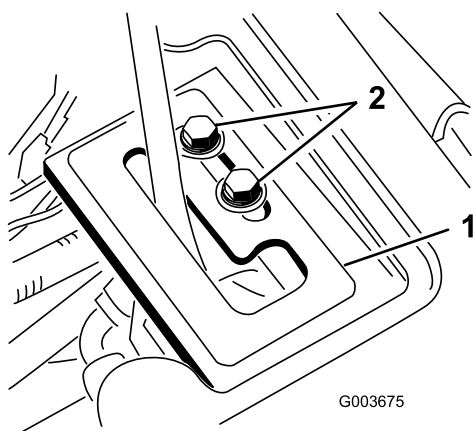

Рисунок 17
1. Наденьте направляющую пластину рычага на рычаг подъема и свободно закрепите ее на раме 2 винтами с головкой с буртиком и шайбами (Рисунок 17).
6. При работающем двигателе и рычаге подъема в положении **Float** ("Плавающий режим") двигайте направляющую пластину рычага до тех пор, пока гидроцилиндр подъема можно будет выдвинуть и отвести рукой (Рисунок 17).
7. Затяните оба винта крепления направляющей пластины рычага подъема, чтобы зафиксировать регулировку (Рисунок 17).